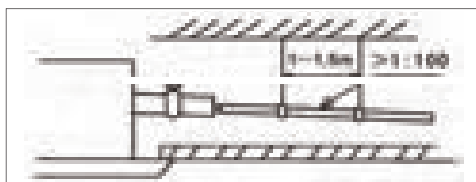

Рис. 2
- Необходимо обеспечить достаточную разницу высот при прокладке дренажного трубопровода. Труба должна быть установлена под углом  $(1/100-150)$  для беспрепятственного отвода конденсата (рис. 2).